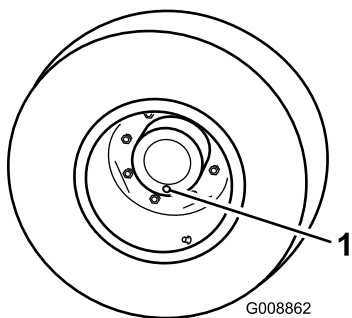

Figure 39
1. Placez la machine sur une surface plane et horizontale et tournez une roue de sorte que l'un des bouchons de contrôle se trouve à la position la plus basse (6 heures) (Figure 39).